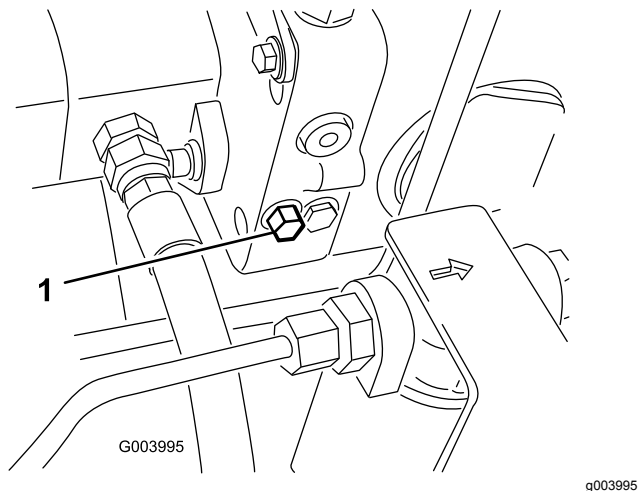

図 55
1. バイパスバルブを右または左11.5回転させると内部でバイパスが形成される図 55。